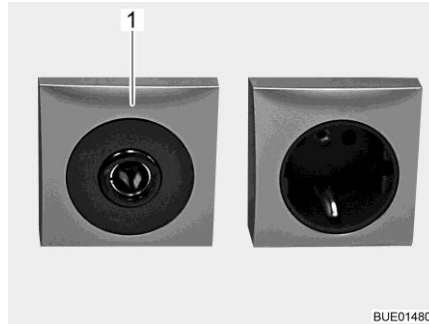

Bild 137 Eluttag 12 V/10 A
- ▷ Till 12 V-nätets eluttag (Bild 137,1) får endast apparater med maximalt 10 A anslutas.